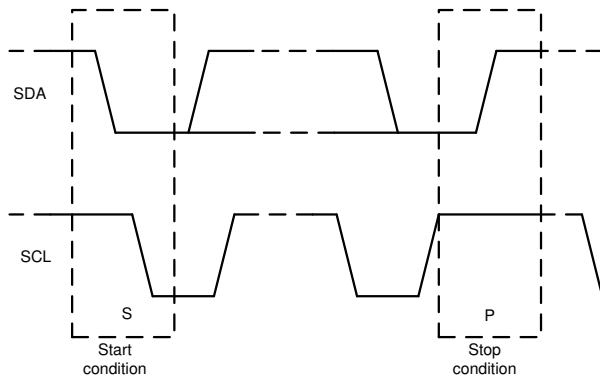

图 6-19. 启动和停止条件
1. 控制器通过产生启动条件来启动数据传输。图 6-19 显示，启动条件是当 SCL 为高电平时在 SDA 线上发生从高到低的转换。所有与 I²C 兼容的器件都会识别启动条件。
4. 图 6-19 显示，为指示数据传输结束，控制器通过在 SCL 线处于高电平期间将 SDA 线从低电平拉至高电平来产生停止条件。此操作将释放总线并停止与寻址的目标器件之间的通信链路。所有与 I²C 兼容的器件都会识别停止条件。在收到停止条件后，将释放总线，然后所有目标器件等待启动条件，接着是匹配的地址。